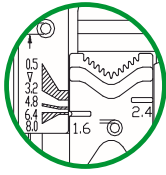

Figure 19
- Retirer le capuchon et insérer l'embout sur le galet (cf. Figure 19).